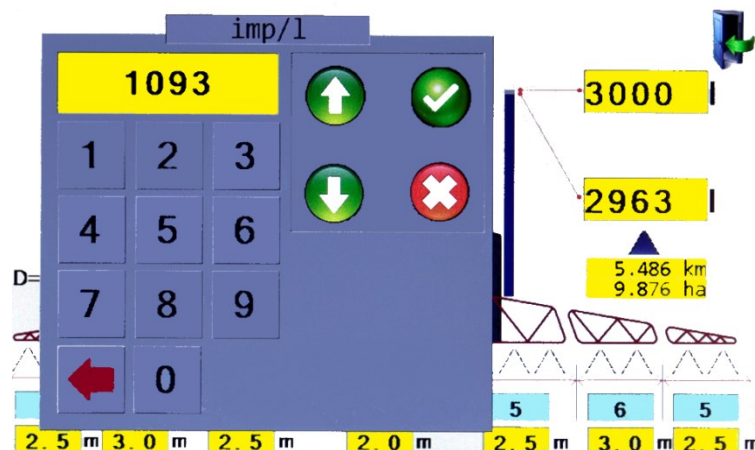

Bild 22
- Die manuelle Korrektur der DK mit dem Drücken auf  durchführen. Es öffnet sich ein Fenster, worin die gewünschte DK eingegeben wird (Bild 22).